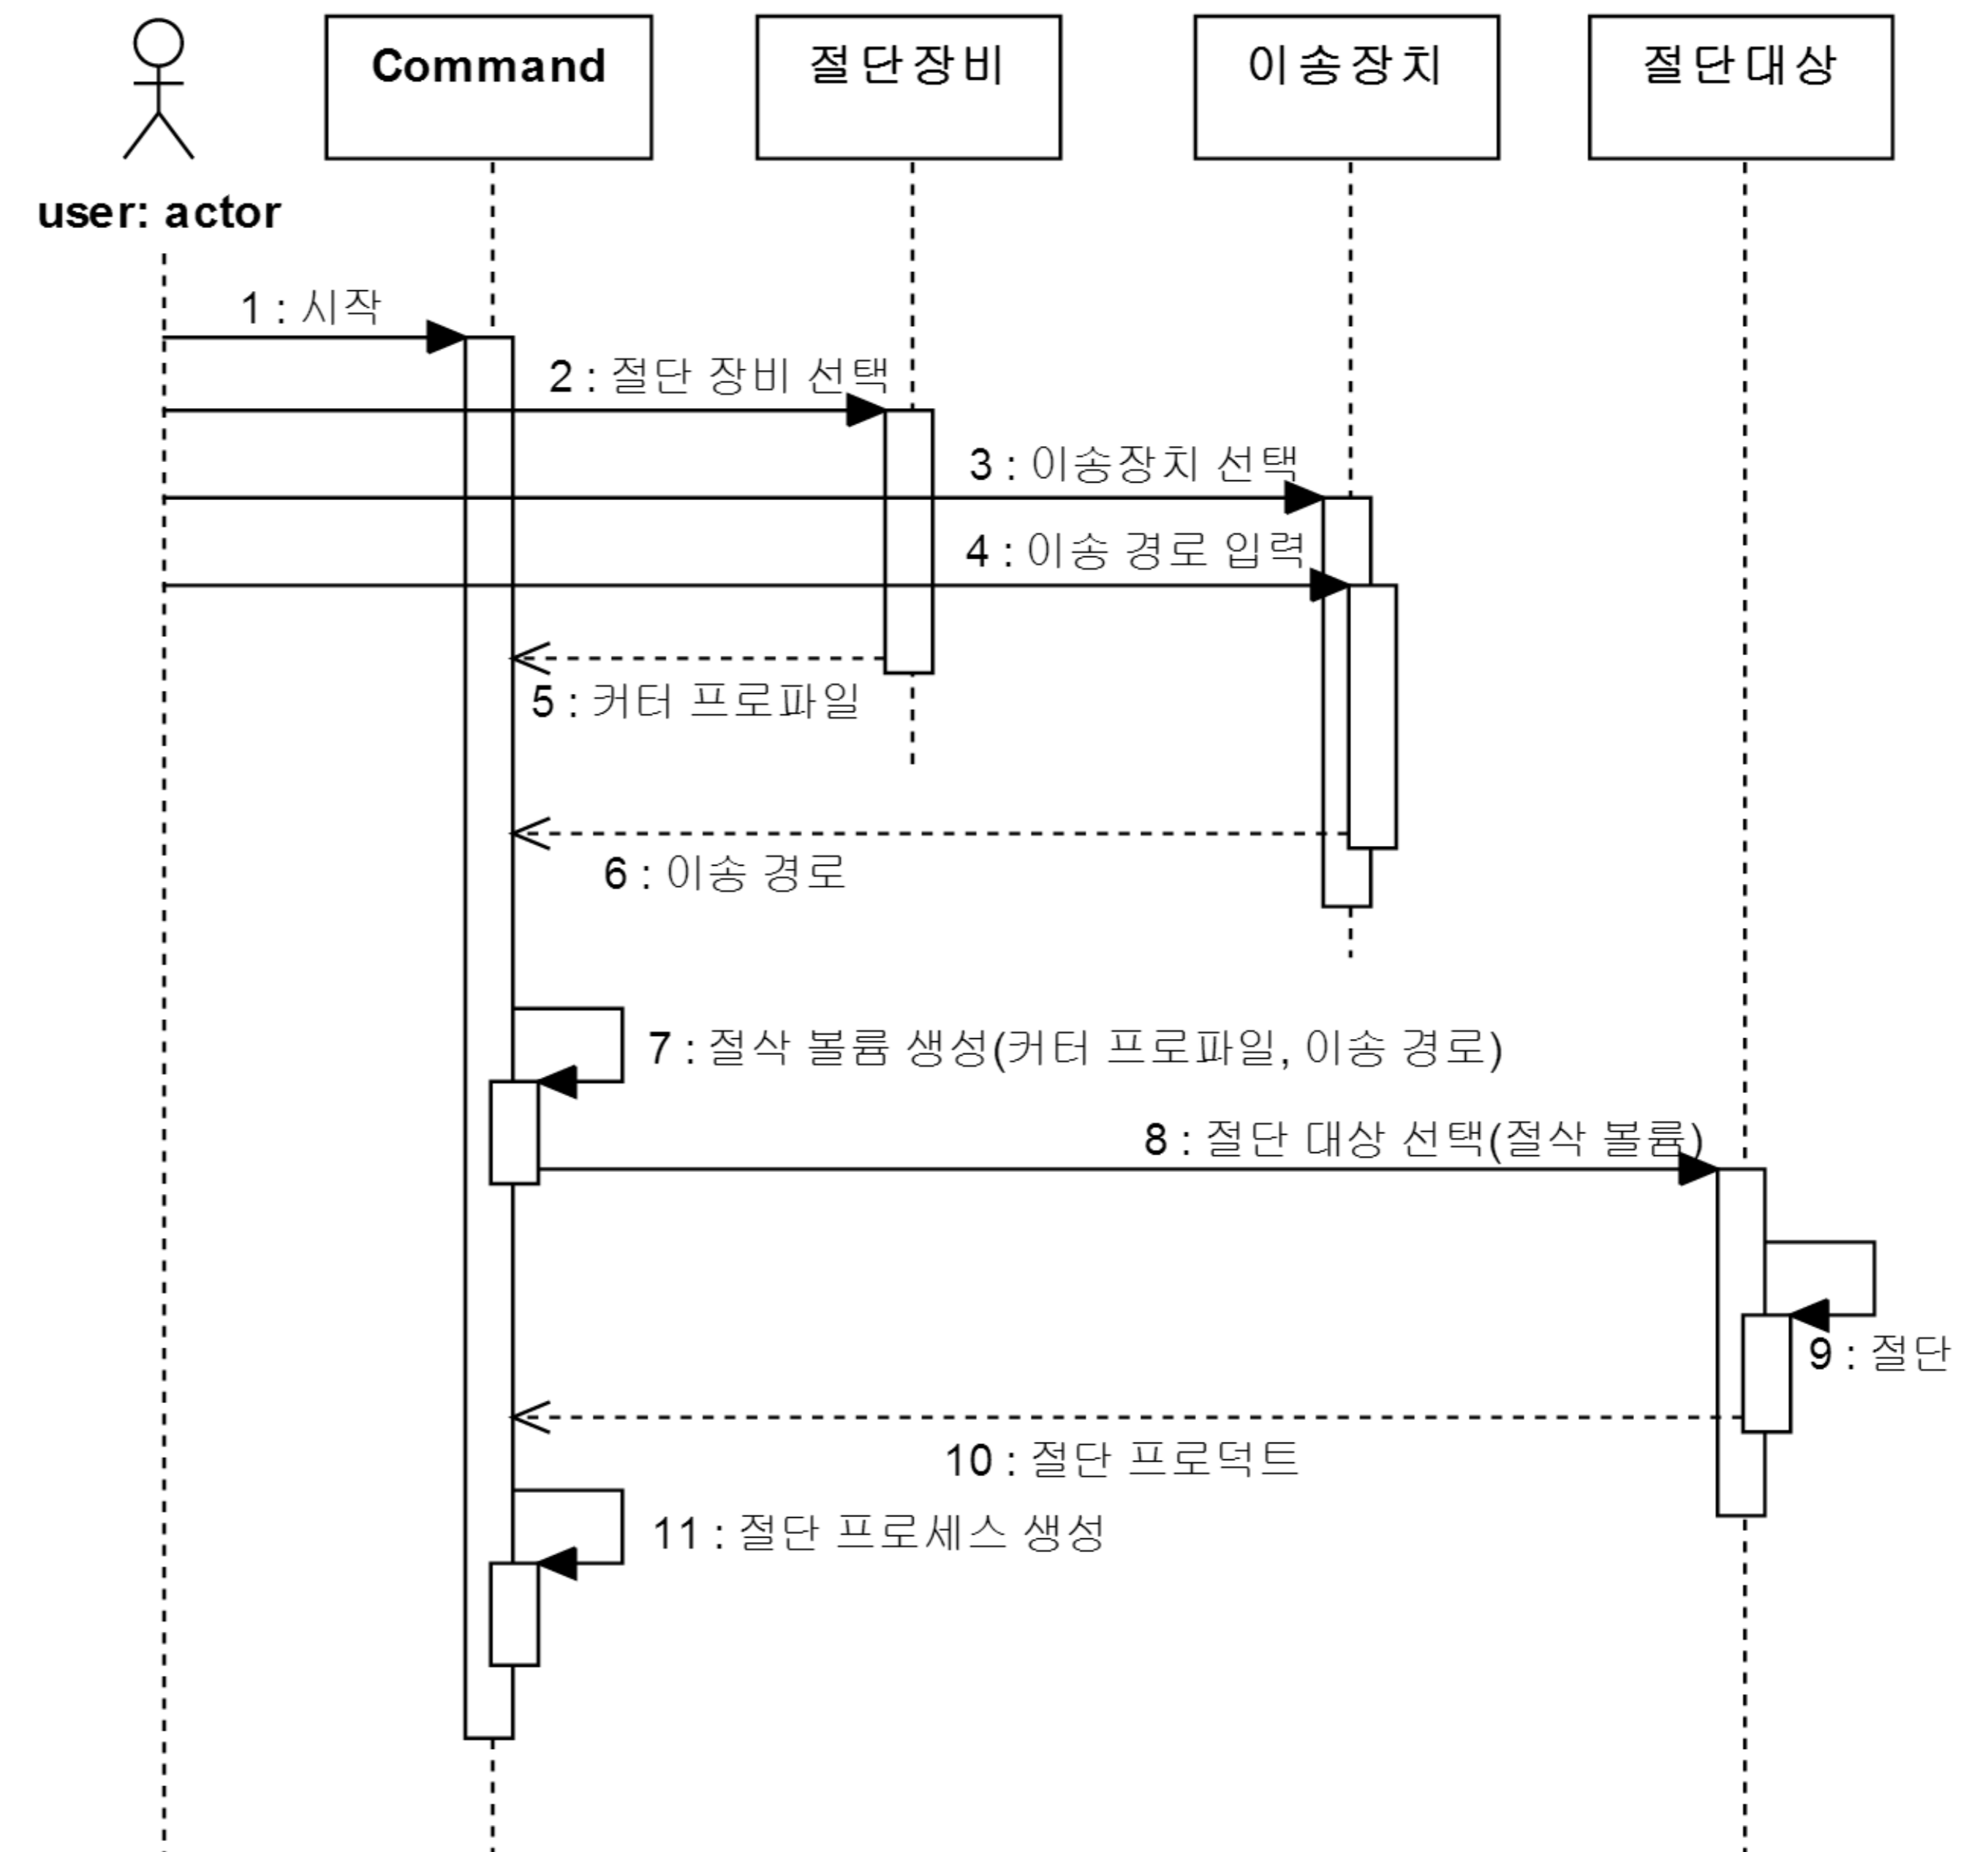

Fig 3. Sequence diagram
- Class diagram에서 정의한 클래스들의 멤버들에 의한 상호작용을 프로그램 작동 순서에 맞게 나타냄(Fig. 3.)